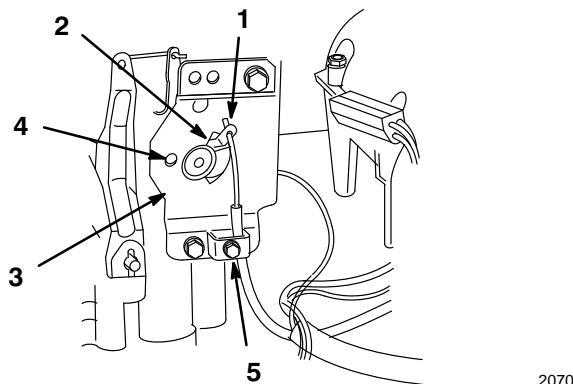

Abbildung 5
1. Gashebel auf FAST (SCHNELL) stellen (Abb. 5).
2. Z-Knick im Draht in die Bohrung des Gashebels einhängen (Abb. 5).
3. Kabelklemme lockern, um den Einbau der Kabel zu ermöglichen, aber nicht festziehen (Abb. 5).